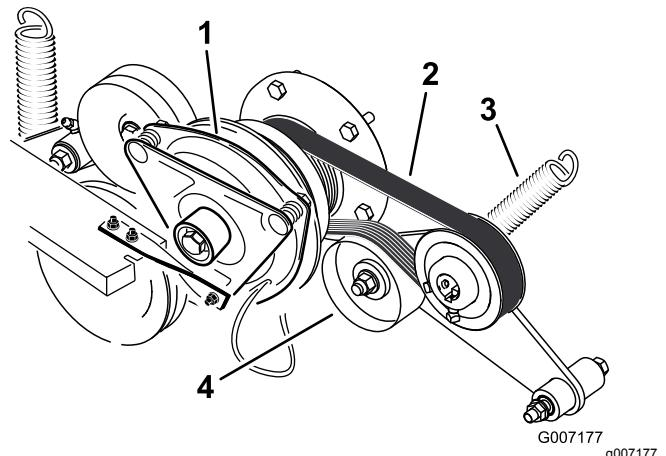

Bild 87
3. Entfernen Sie die Feder vom Spannarm (Bild 87).
4. Legen Sie einen neuen Riemen um die Riemscheibe des Motors und der Hydraulikpumpe (Bild 87).
6. Haken Sie die Feder wieder in den Spannarm ein (Bild 87).